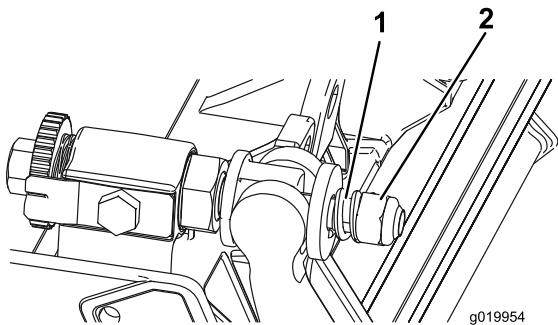

図 28
- スプリングがつぶれるまでテンション・ナットを締め、そこから半回転戻す図 28。
- 各ベッドバー・アジャスタ・アセンブリを締め付けて圧縮スプリングを完全に圧縮し、そこから1/2回転だけ戻す図 28。